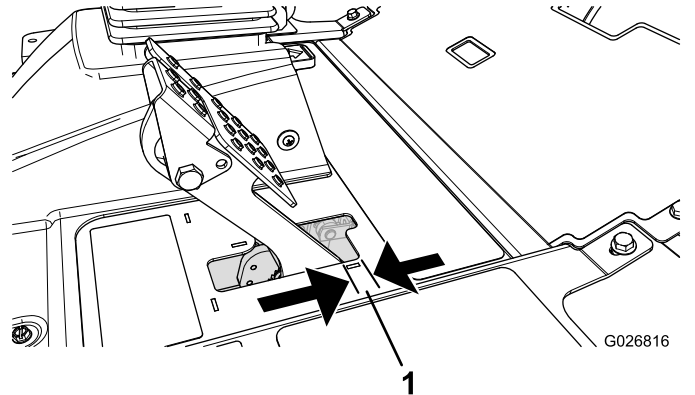

Bild 87
Stellen Sie die Bremsen ein, wenn das Bremspedal mehr als 2,5 cm Spiel hat, oder wenn die Bremsen nicht mehr gut genug greifen (Bild 87). Als Spiel gilt die Entfernung, die das Bremspedal zurücklegt, bevor ein Bremswiderstand spürbar ist.
2. Ziehen Sie die hintere Mutter an, um den Zug nach hinten zu bewegen, bis die Bremspedale ein Spiel zwischen 6,3 mm und 12,7 mm haben, bevor die Radsperre auftritt (Bild 87).